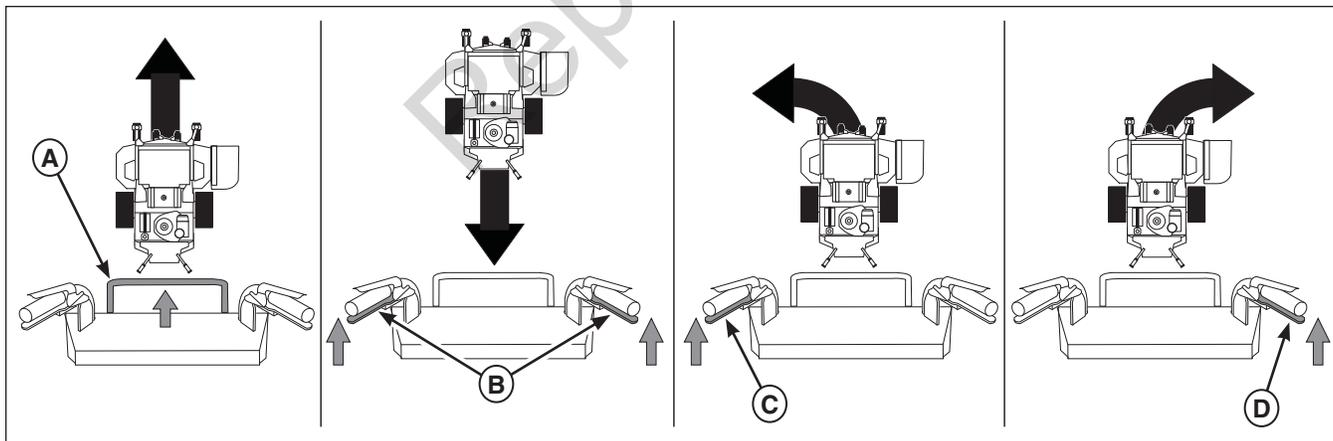

Figura 5. Guida della falciatrice
2. Portare delicatamente la leva di comando della velocità in avanti (**A**, **Figura 5**) verso avanti fino a raggiungere la velocità desiderata.